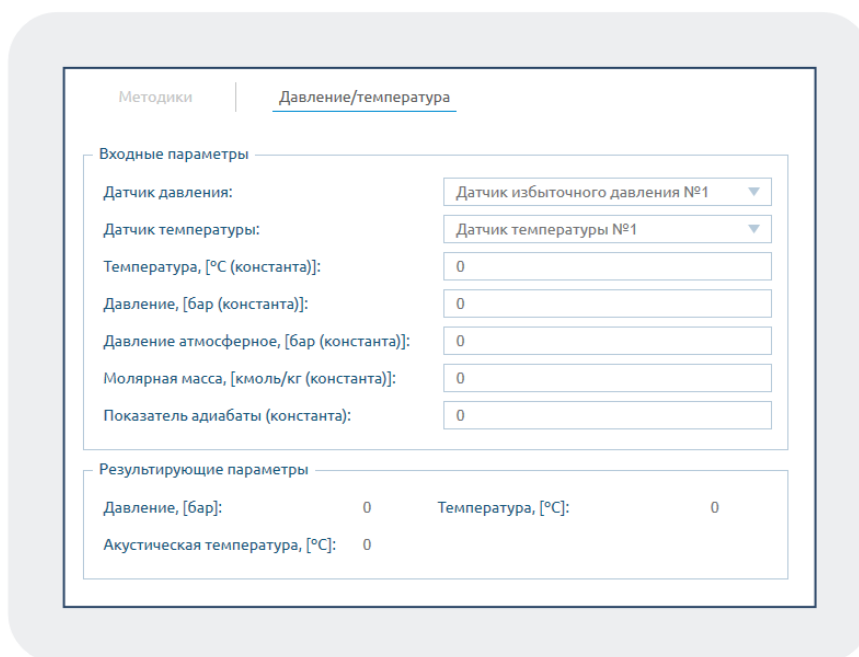

Рисунок 108 – Параметры давления/температуры
- настроить значения давления и температуры в месте эксплуатации (установить фиксированные значения или указать датчики, с которых будут считываться параметры) (рисунок 108);